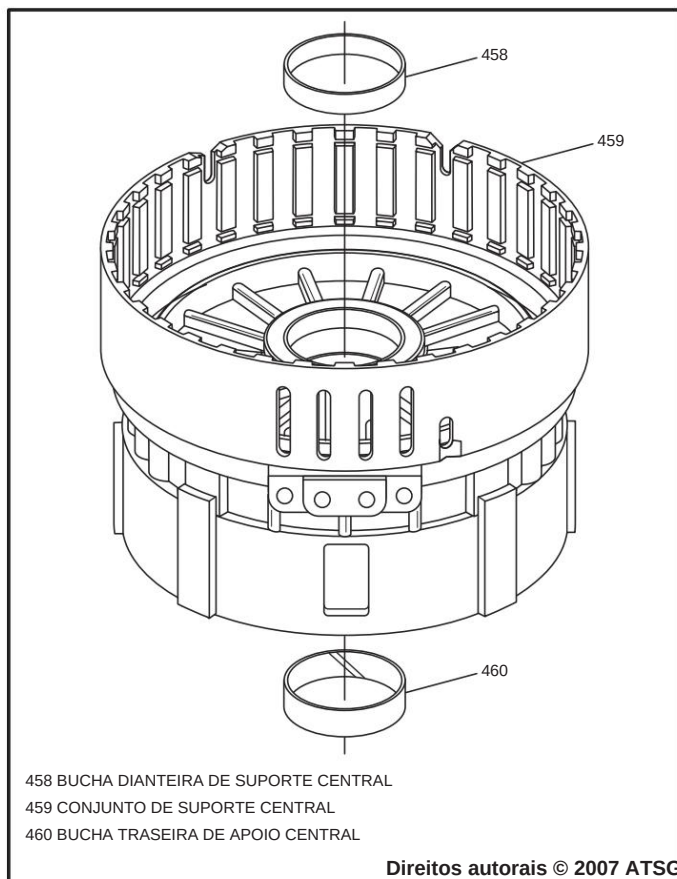

Figura 107
4. Substitua as buchas de suporte central conforme necessário, conforme mostrado na Figura 107, usando chaves de bucha de tamanho adequado.